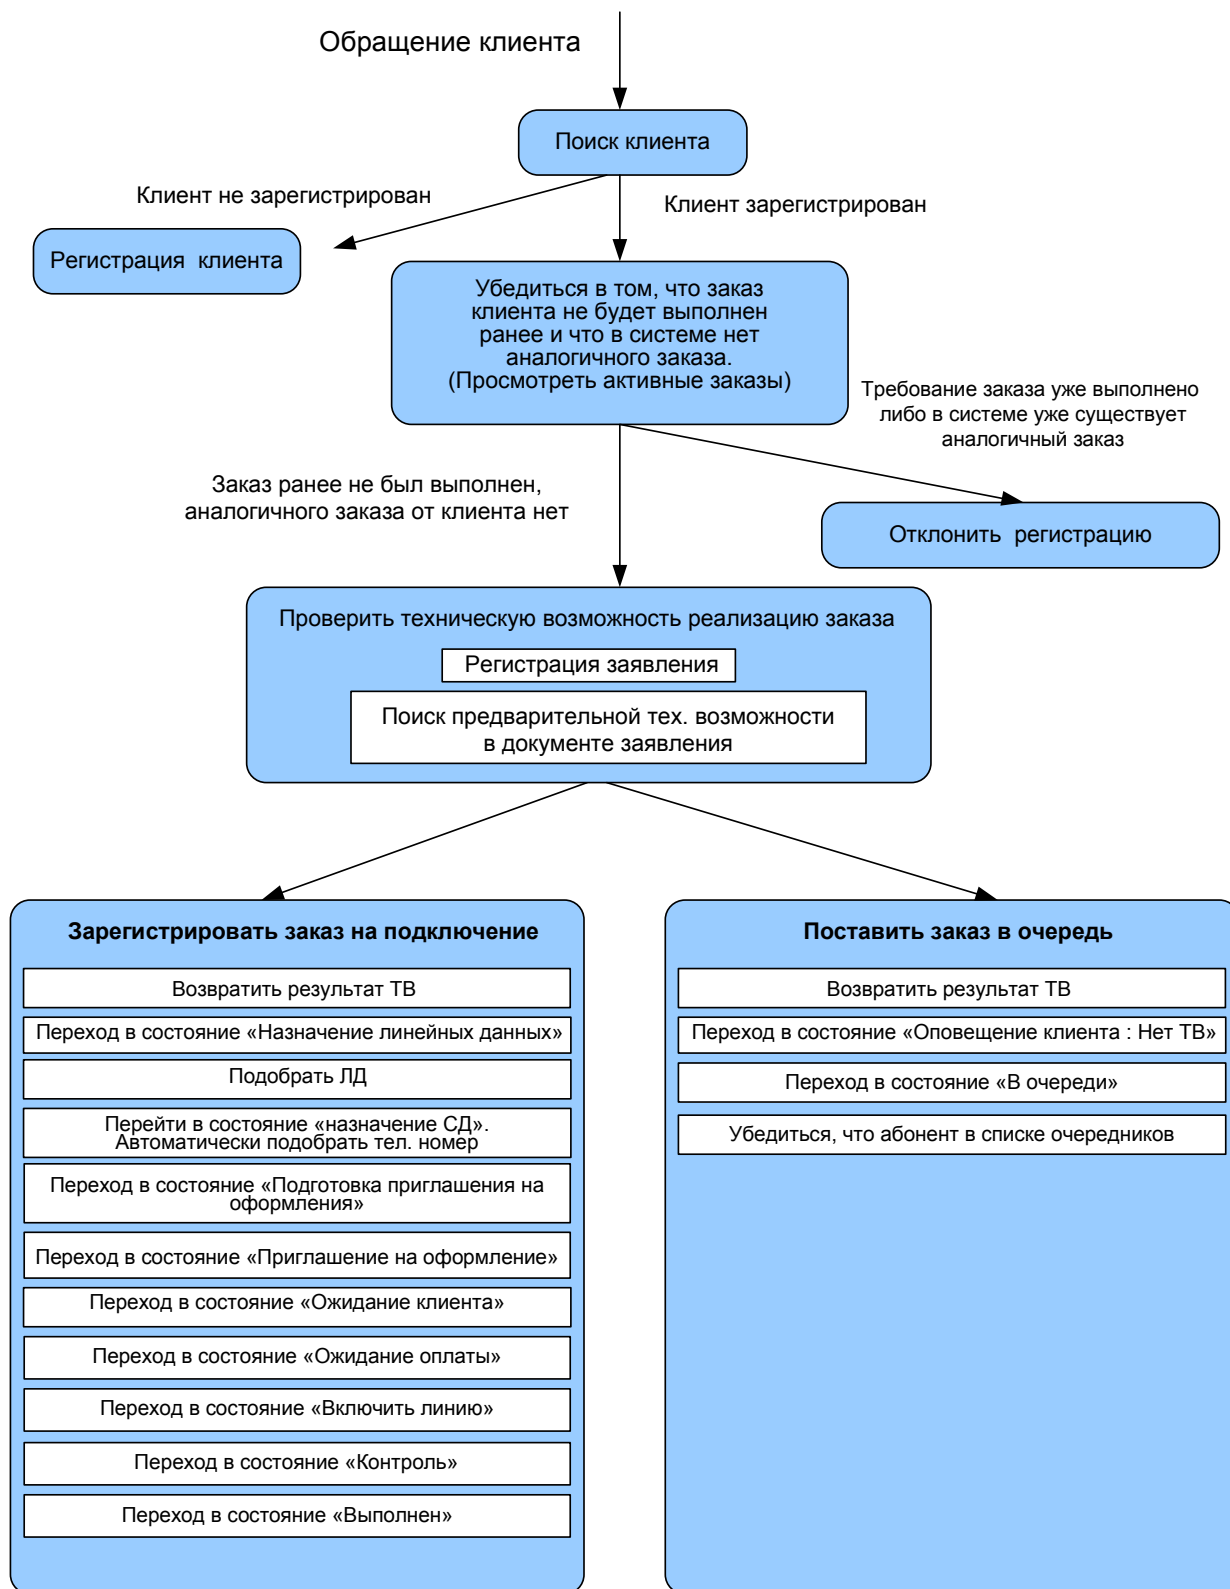

Рис. 4. Алгоритм обслуживания клиентов Оператора связи
В рамках лабораторной работы Вам предстоит выполнять действия оператора службы Абонентского Отдела Оператора связи. Для обслуживания клиентов Вам предоставлен обобщенный алгоритм обслуживания клиентов (см. рис. 4). В каждом из вариантов сценария (см. п. б) описаны исходные данные для оформления заказа в систему. Ваши задачи:
- оформить заказы в системе, следуя логике алгоритма обслуживания клиентов (см. рис. 4);
1. Ознакомьтесь с задачами, которые ставятся в процессе обслуживания клиентов в соответствии с алгоритмом их обслуживания (см. рис. 4);